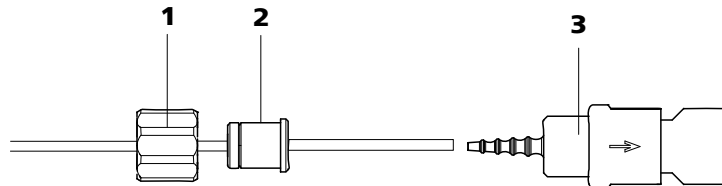

Figura 25 Instalación de una conexión de tubo de bomba con filtro
- **Caso A:** Conecte una conexión de tubo de bomba **con filtro** 6.2744.180 (véase Figura 25, página 48) o